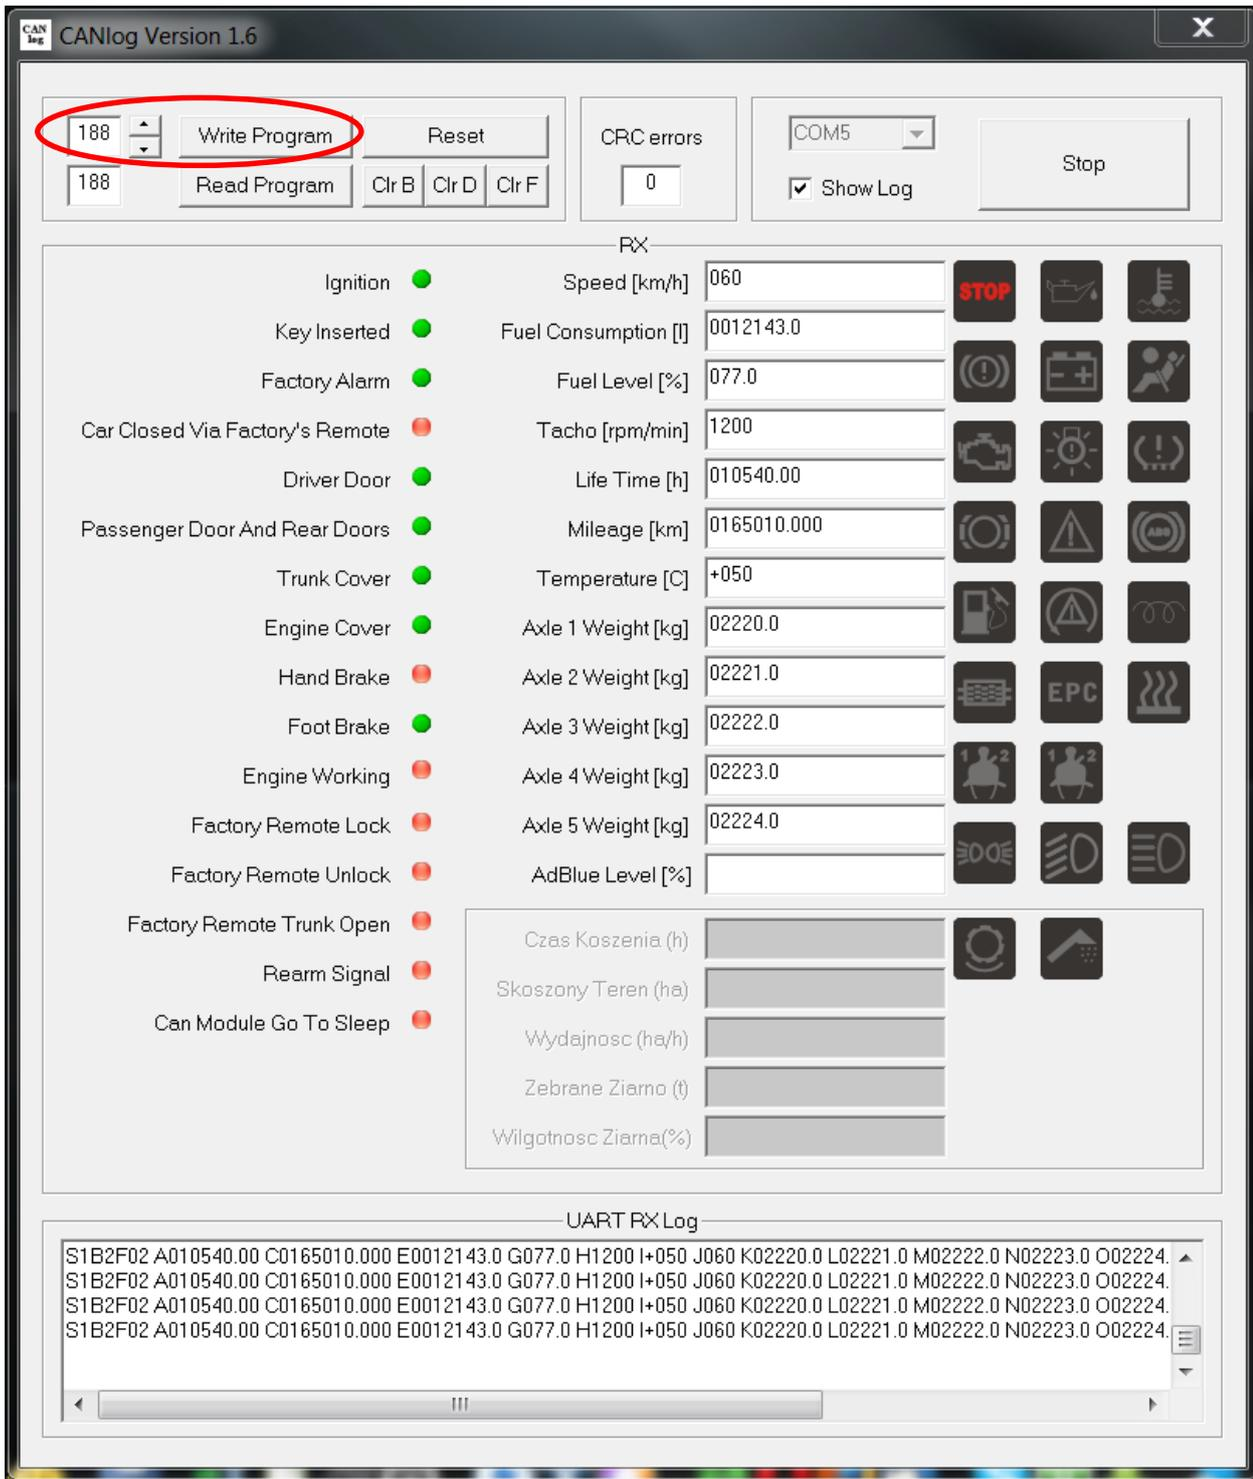

Рис.5
- предусмотрена программа (**№ 188**) для эмуляции сигналов считываемых с шины CAN без подключения программатора к автомобилю (см. рисунок 5)